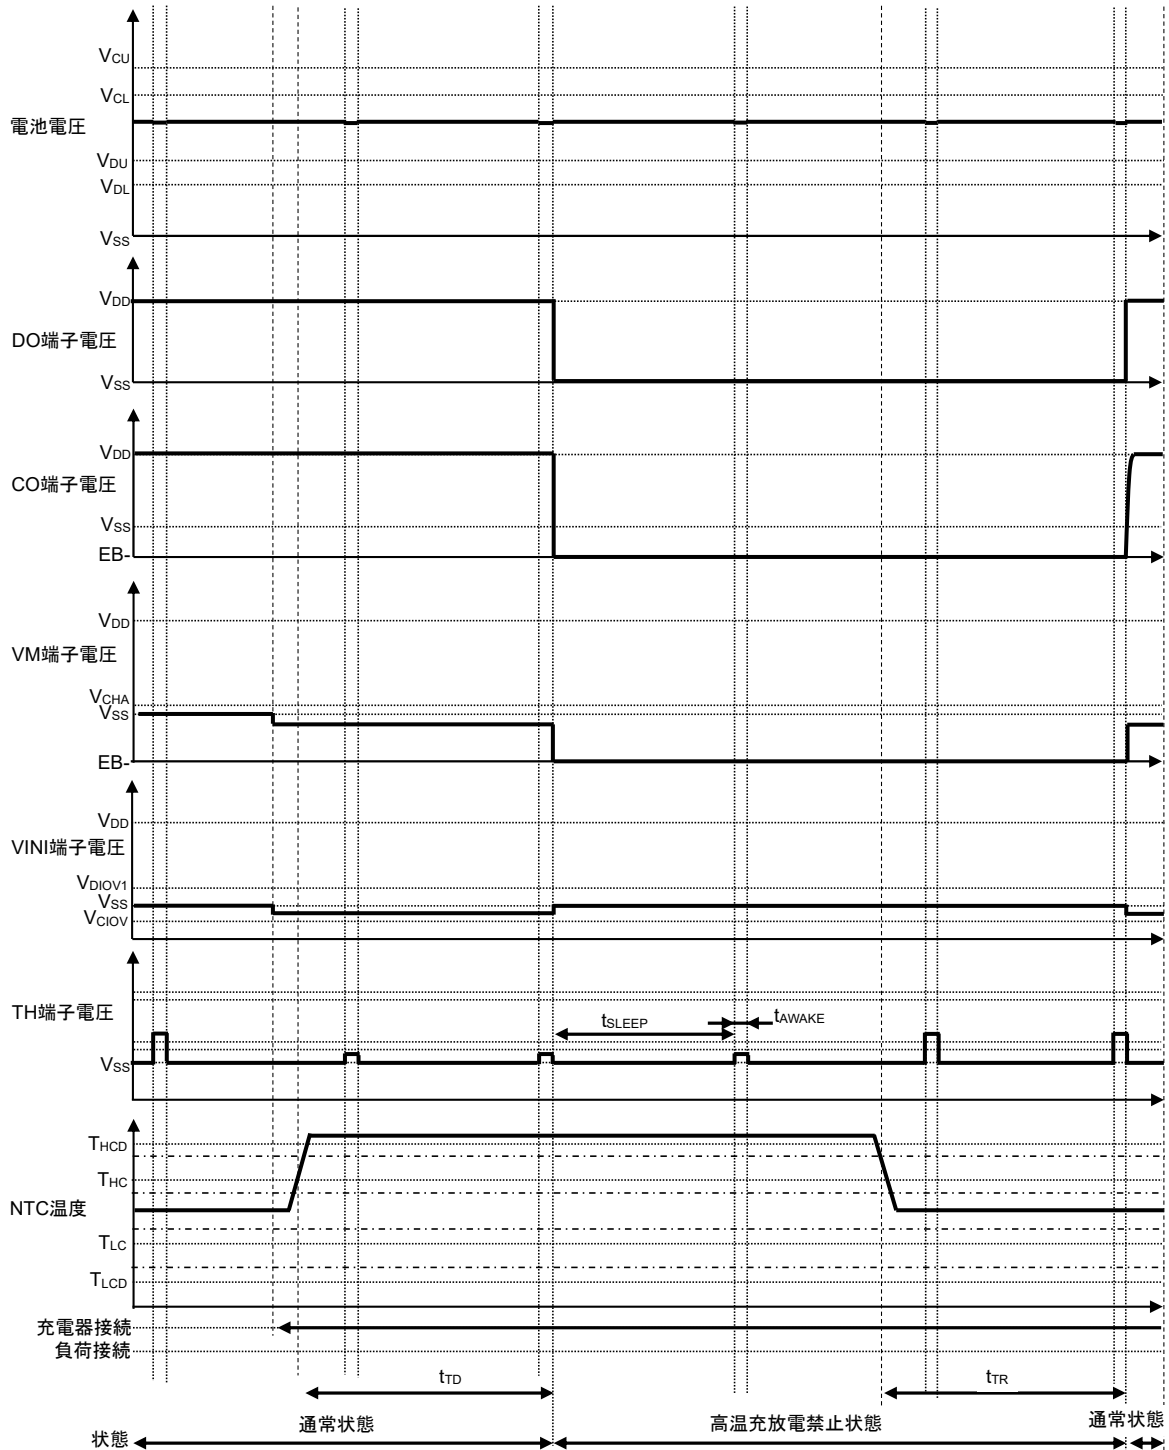

図15
- 備考 1. 図15は、 $N = 2$ のときに、NTCサーミスタ温度が $T_{HC}$ 以下から $T_{HCD}$ 以上まで変化する場合を示しています。サンプリング時のNTCサーミスタ温度が二回連続で $T_{HCD}$ を越えているため、S-82D1Aシリーズは通常状態から高温充放電禁止状態になります。